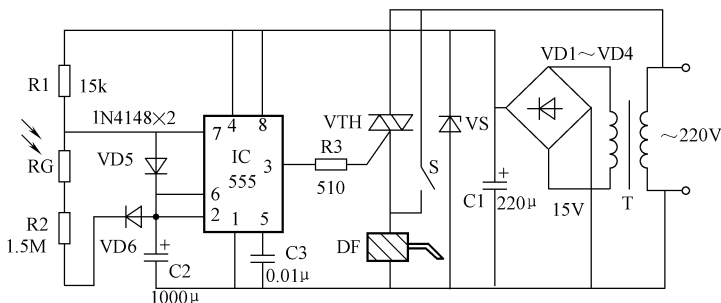

图 7-9 厕所自动冲水电路
电路如图 7-9 所示，变压器 T、整流桥 VD1 ~ VD4、稳压管 VS、滤波电容 C1 组成 12V 供电电路。555 时基电路起控制作用，它与周围元器件构成占空比可自动调整的脉冲信号振荡器。电源接通时，C2 经 R1、VD5 充电，555 的②脚为低电平，③为高电平，电磁阀得电，放水。C2 充电时间为 10s，因而放水时间也为 10s 左右。C2 充电结束，③脚为低电平，VS 截止。此后，C2 经 VD6、R3、R2 和内部放电管放电。
图中 S 为手控开关，用来手控放水冲厕。IC 选用 NE555 时基电路，VTH 用 3A/600V 双向晶闸管， R_G 选用 MG-43 型光敏电阻，其他元器件如图 7-9 中所示。